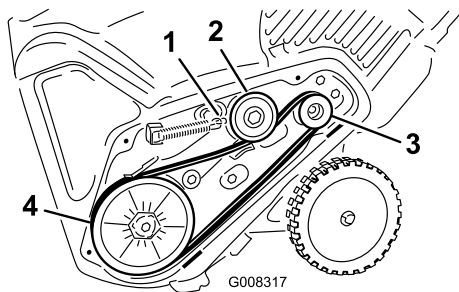

Figure 38
- Montez et acheminez la nouvelle courroie comme indiqué à la (Figure 38).
- Raccrochez le ressort de frein au bras de la poulie de tension (Figure 38).